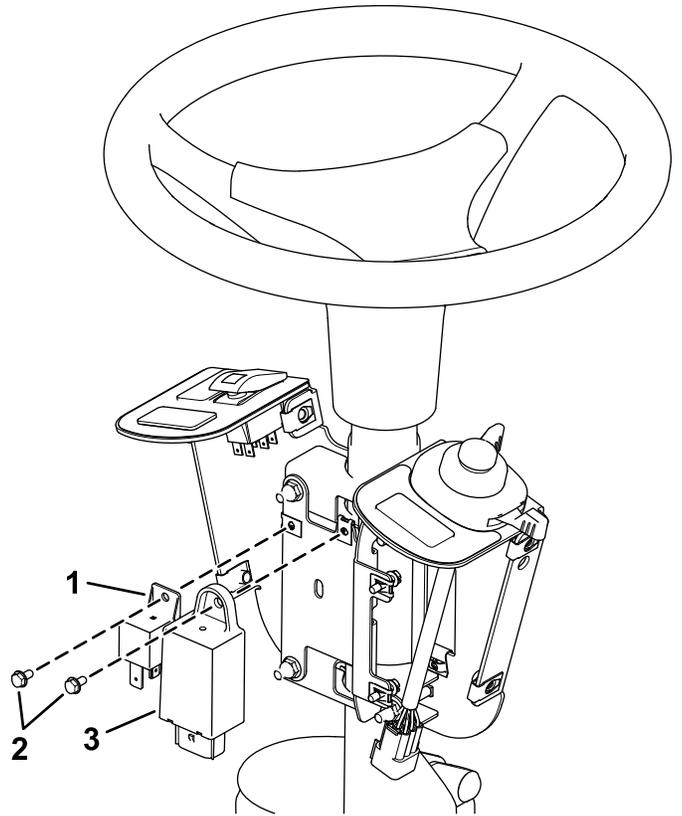

**Bild 5**
2. Montieren Sie den Multifunktionsschalter an der Schalterhalterung und sichern Sie ihn mit den Schalterclips unter der Bohrung für den Schalter (Bild 5).